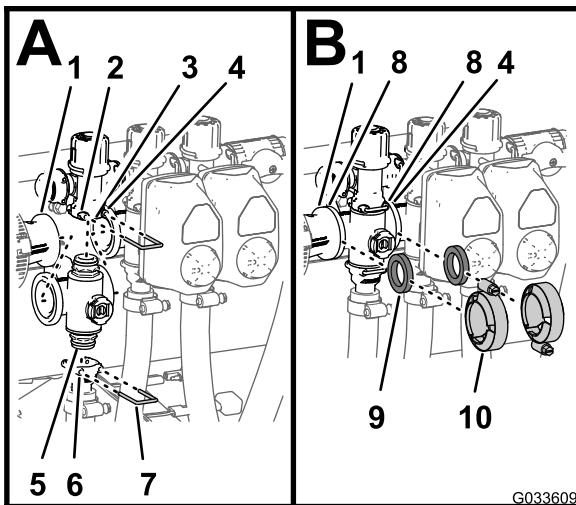

図 116
4. エンドキャップフィッティングを出口フィッティングに取り付ける(出口フィッティングのソケットにリテーナを差し込んで固定する図 116; A)。
6. リデューサカップリング、ガスケット、個別ブームバルブマニホールドを組み立ててクランプを手締めする 図 116; B。
7. 一番左側のつの個別ブームバルブを取り付ける場合には、両隣のつの個別ブームバルブのフランジとの間にガスケット枚を入れる 図 116; B。